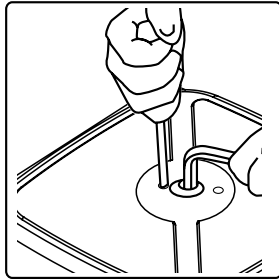

fig. 4b
2. Ponga el enrollador boca arriba e inserte una llave hexagonal para hacer contra-fuerza en el eje. Afloje los dos tornillos (versión 500110 y 500111, fig 4b) o afloje la tuerca (versión 500115 y 500116, fig 5b) y gire suavemente la llave en sentido horario para quitar tensión al resorte.